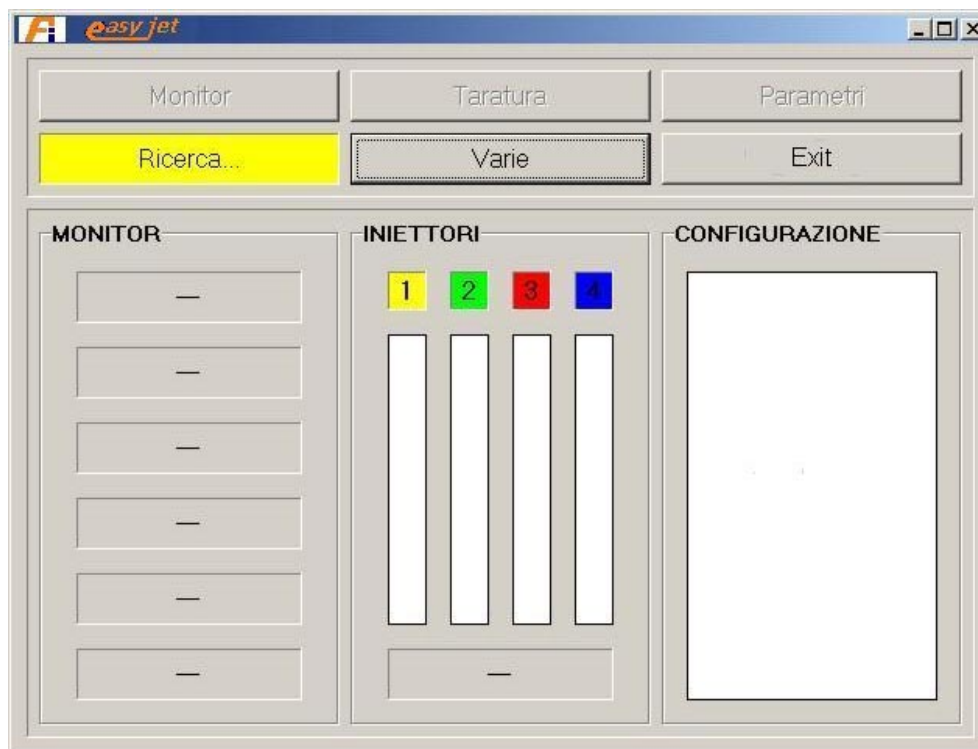

IMAGEN 1
En el monitor aparecerá la ventana inicial ( imagen 1 ) .
La imagen 1 es la de la ventana principal:le aconsejamos estudiarla y familiarizar con las descripciones y los mandos. Los botones de la barra de arriba,identifican las páginas por cuyas está compuesto el programa.Para acceder,es suficiente clicar el nombre de la página de interés.Cambiando página,el cuadro en cuestión permanece invariado.
**Nota:** algunas páginas permanecen inactivas, pues no son accesibles si la centralita no esté conectada. En la imagen 1 el programa aún no se ha conectado a la centralita y por lo tanto las páginas están bloqueadas, excepto por VARIE. Ello ocurre porque desde esta página es posible cambiar las puertas de comunicación (COM1, COM2, etc...) y lenguaje (operaciones que no requieren la presencia de la centralita electrónica).